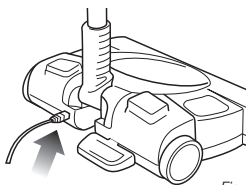

Fig. 8
- 2 Enchufe el conector del cargador en el orificio que está en la parte de atrás de la base de barredora de pisos y alfombras. (fig. 8) Enchufe el cargador en un tomacorriente. La luz que está junto al botón de encendido se encenderá durante la carga. Si la unidad está enchufada y la luz no se enciende, presione una vez el botón de encendido. Ahora debería encenderse la luz